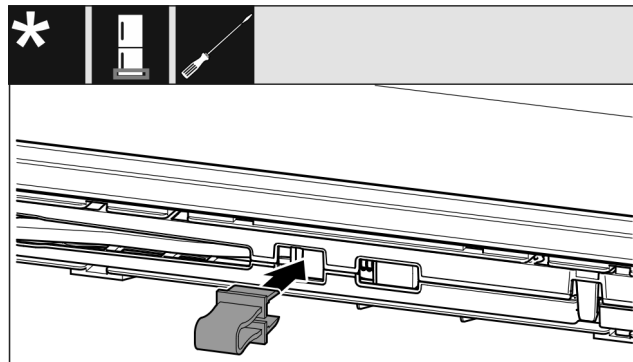

Fig. 14
- ▶ Varovalo zatakните v odprtino. (glejte Fig. 14)